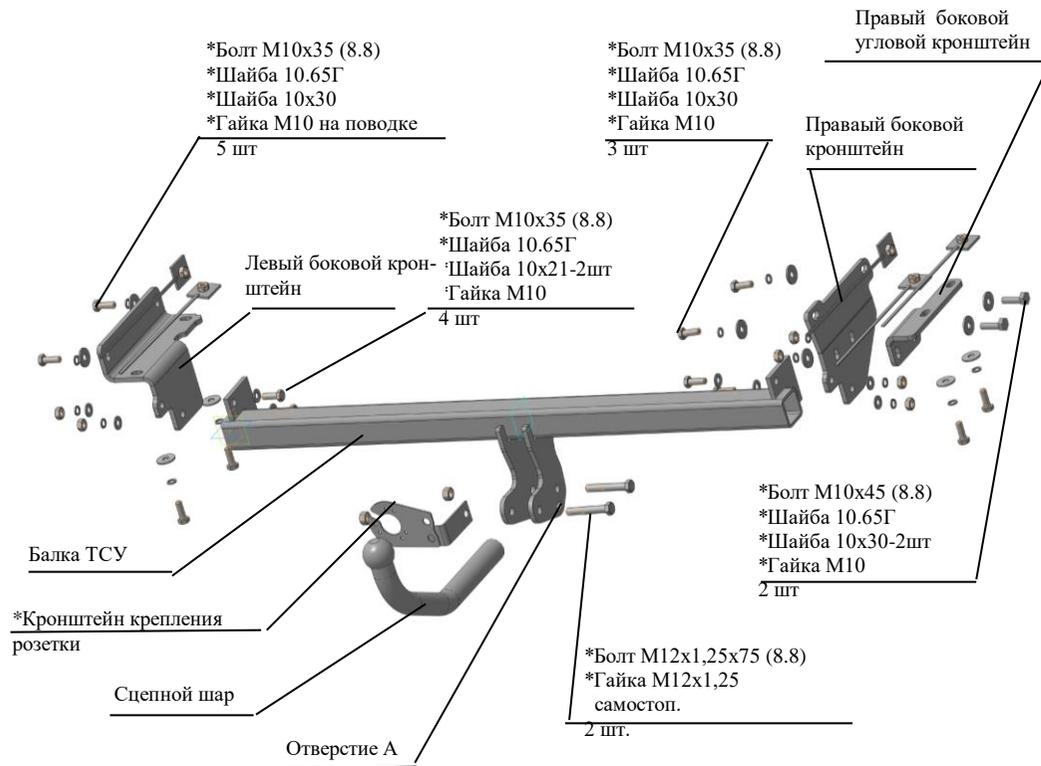

Рис.1 Тягово-цепное устройство 7722.
2.1 ТСУ 7722 в сборе (рис.1)	1 шт.
2.2 Пакет с комплектующими (см. рис.1)	1 шт.